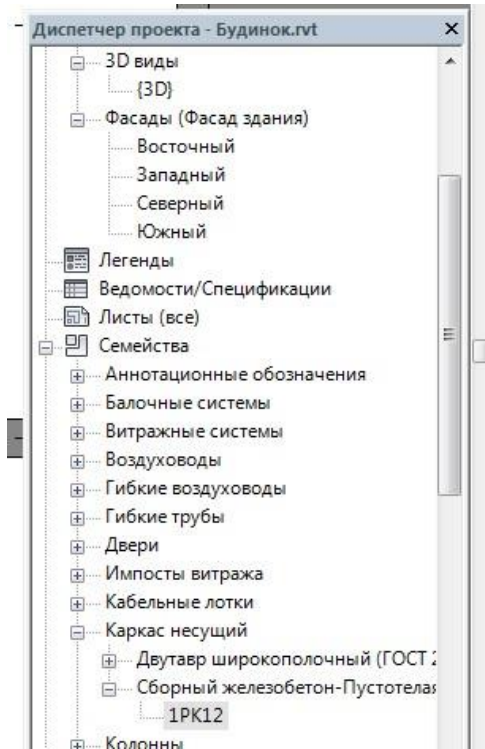

Рис. 2.24. Вікно *Диспетчер проекту* з відкритою вкладкою *Збірний залізобетон*
- далі в вікні *Диспетчер проекту* у вкладці *Сімейства* – знайдіть папку *Каркас несучий – Збірний залізобетон* – оберіть маркування плити 1PK12, та мишкою перетягніть за значок маркування плити на робоче поле (рис. 2.24);